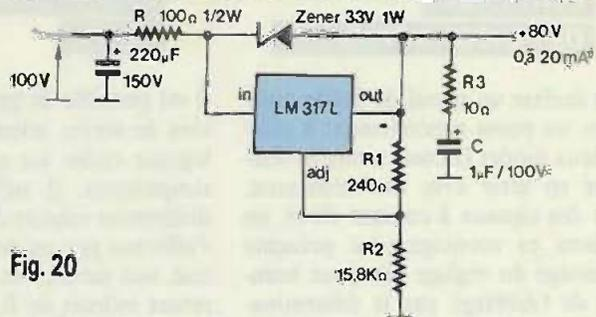

Fig. 20
**ALIMENTATION H.T. PROTÉGÉE (fig. 20)**